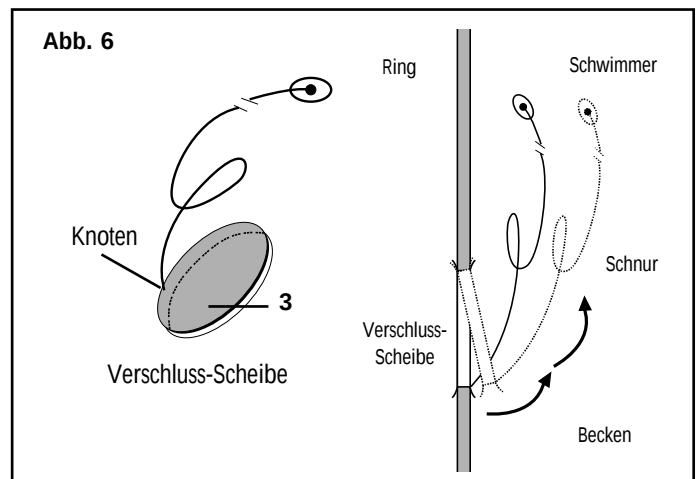

Abb. 6
- f** Achten Sie darauf, dass die Verschluss-Scheiben (Nr. 3) so angeordnet sind, dass die Befestigung der Schnure auf diesen Verschluss-Scheiben nach unten hin gerichtet ist, um ihr Entfernen zu erleichtern, **Abb. 6**. Vergewissern Sie sich, dass die Knoten fest sind.